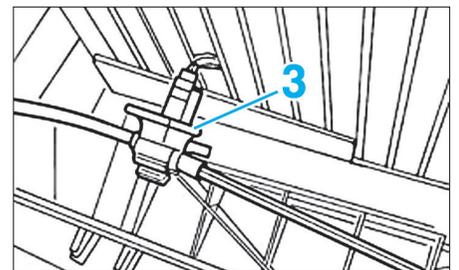

FIG. 16
- Déposer le capteur (3) sur l'évaporateur (Fig.16).